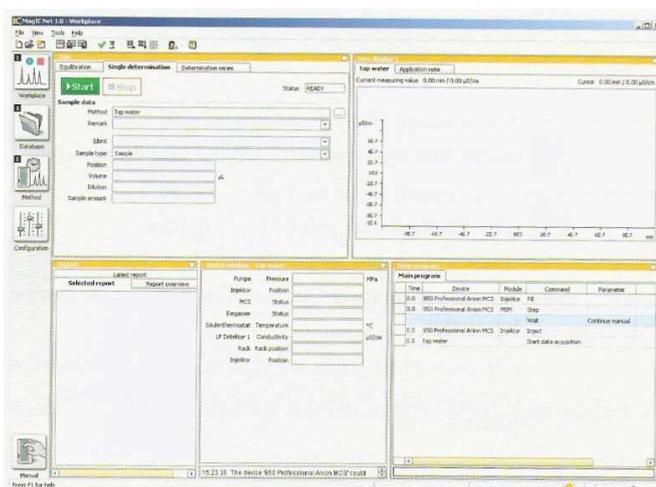

Figura 13.1 – Janela do software Magic Net IC, estabilizando o sistema.
- Clicar no ícone , Figura 13.1.